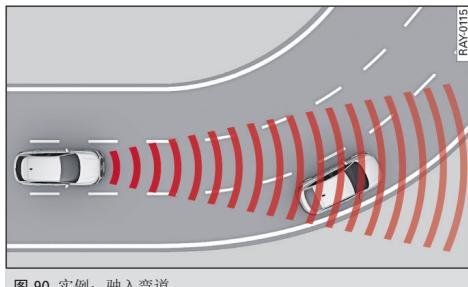

图 90 实例：驶入弯道
- 在进入弯道 \Rightarrow 图 90 和驶出弯道时，系统可能对相邻车道上的汽车作出反应并导致车辆制动。可以短促踩行驶踏板进行超控以防止降速。